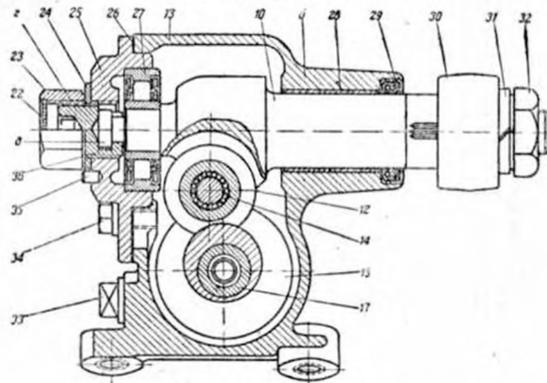

Рис. 85. Рулевой механизм:
Ось ролика смещена вверх (в сторону крышки 25, рис. 85) относительно перпендикуляра, опущенного из центра червяка на ось вала сошки. Поэтому при перемещении вала рулевой сошки вниз расстояние между центрами ролика и червяка уменьшается, вследствие чего уменьшается и зазор в зацеплении.
1. Отъединить сошку 30 от тяги сошки (рис. 85).